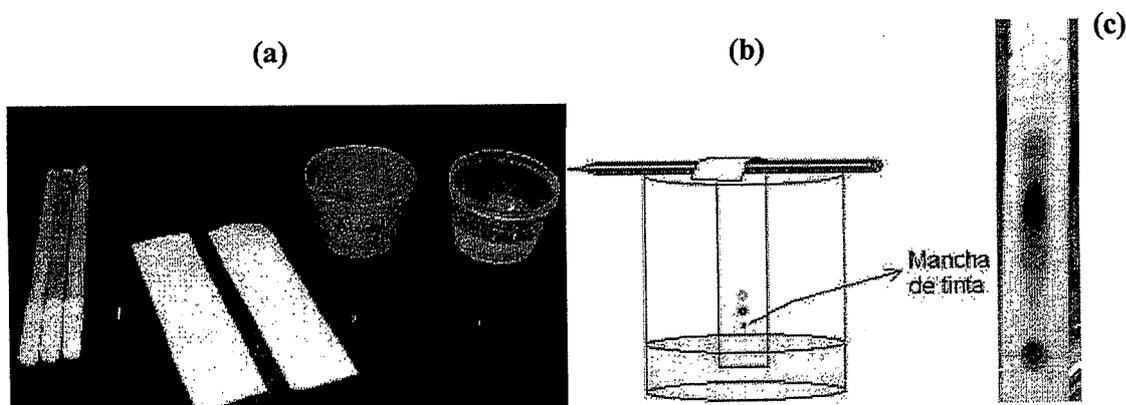

Figura 12.5. (a) Materiais e reagentes necessários para separar os componentes coloridos de tinta de caneta, por cromatografia sobre papel;
Material/Reagentes: Béquero (250 mL), Papel de filtro, Álcool, Caneta Hidrocor de diversas cores (Figura 12.5.a).
- d- Suspende-se a tira de papel de filtro e coloca-se o mesmo em um béquer contendo um pouco de álcool (~ 50 mL) de modo que o extremo da tira de papel só submerja 1-2 cm no solvente, para que o ponto pintado com a tinta da caneta Hidrocor não entre em contato com o álcool diretamente (Figura 12.5.b)
- f- Desenhe ou tire uma foto do cromatograma obtido (exemplo: Figura 12.5.b).